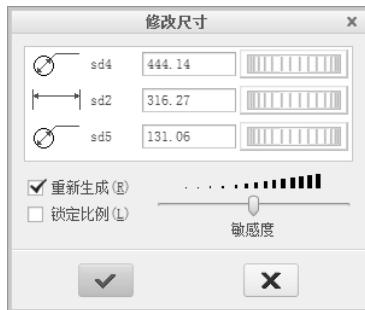
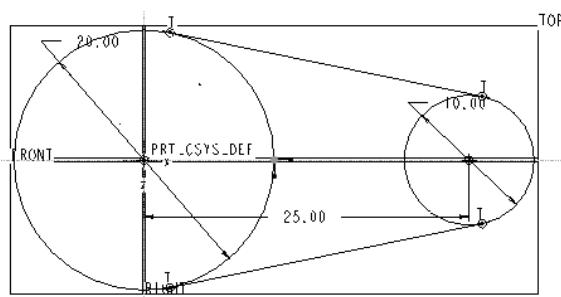

图 3.21 【修改尺寸】对话框
图 3.22 修改尺寸后的结果
(7) 单击【修改】操控板中的修改尺寸按钮 $\text{寸}$ , 按下 Ctrl 键, 分别选取三个尺寸, 在弹出的【修改尺寸】对话框 (如图 3.21 所示) 的文本框中输入新的尺寸值, 修改后的结果如图 3.22 所示。